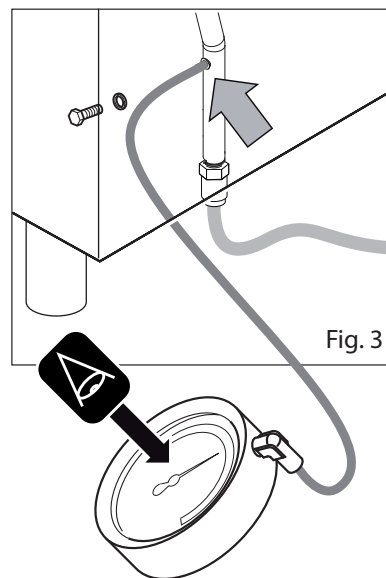

Fig. 3
Al finalizar las operaciones descritas, cerrar la válvula de red (Fig. 3).
- Desatornillar el tornillo de la toma de presión (Fig. 3);
- Desatornillar el inyector de su propio alojamiento (Fig. 3).